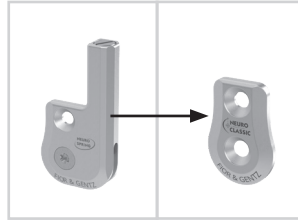

Fig. 25
- 2 Monte la cubierta de la articulación de sistema **NEURO CLASSIC** en la anchura de sistema correspondiente (fig. 25).